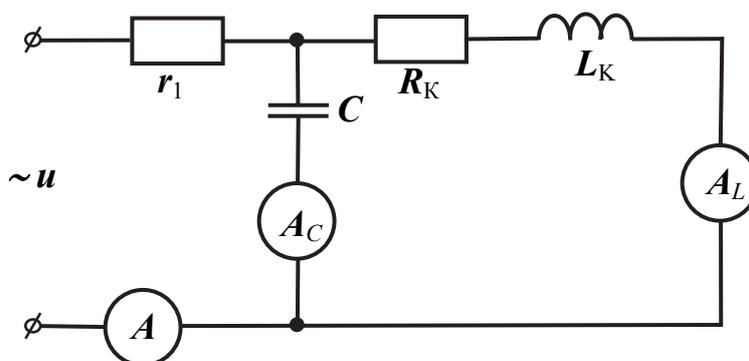

Рис. 11.3
3. Собрать электрическую схему (рис. 11.3). В схеме используются те же элементы, что и в предыдущих опытах.
4. Снять частотные характеристики для цепи (см. рис. 11.3). Для этого, изменяя частоту напряжения от 0,2 до 2,0 кГц, нужно записать в табл. 11.1 показания виртуальных приборов (всего 8 – 10 точек). При регулировании частоты источника следить за тем, чтобы напряжение на входе цепи осталось неизменным.